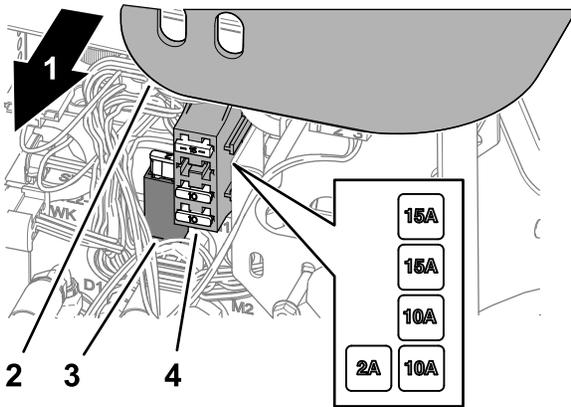

图 75
1. 从控制臂上提起盖子 图 75。
2. 在保险丝座或保险丝盒中找到熔断的保险丝 图 75。
4. 将盖子组装到控制臂上 图 75。